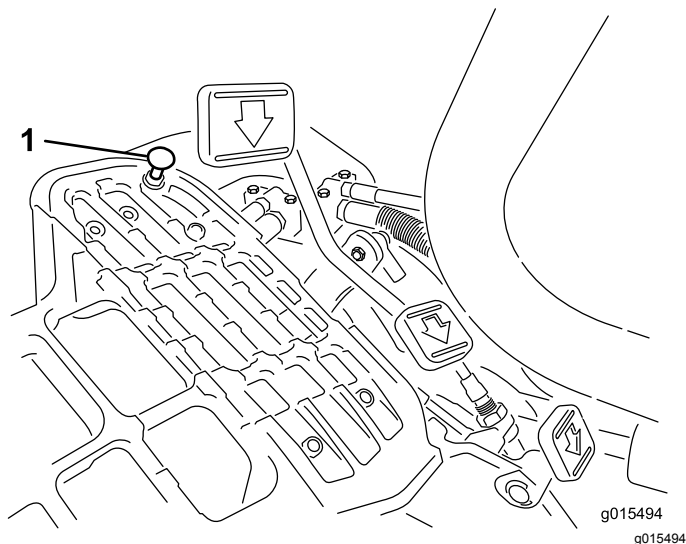

Figura 38
Para obter a velocidade máxima de transporte, engate a alavanca de controlo de função na posição TRANSPORTE e carregue para baixo no pedal de tração. Se o pedal entrara em contacto com o batente (Figura 38) antes de sentir tensão no cabo, é necessário efetuar o seguinte procedimento de ajuste:
1. Ponha a alavanca de controlo de funcionamento na posição TRANSPORTE e liberte a porca de bloqueio que fixa o batente do pedal à placa inferior (Figura 38).